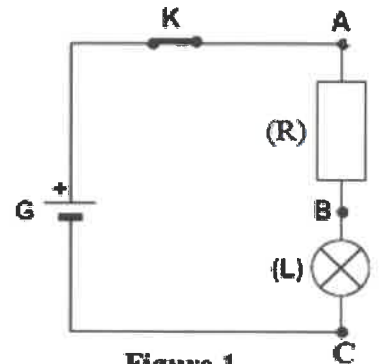

Figure 1
1) Soit le circuit de la **figure 1** ci-contre :